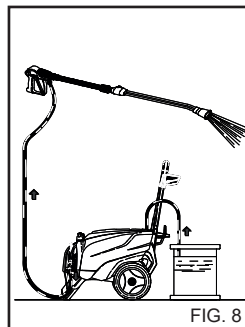

FIG. 8
- 1) Huuhtelee korkeapaineinen vesipiiri pesuaineen käytön jälkeen: käytä pumpua 1 minuutin ajan annosteluhana täysin suljettuna. (Fig. 8).
- 4) Huuhtelee korkeapaineinen vesipiiri pesuaineen käytön jälkeen: käytä pumpua 1 minuutin ajan annosteluhana täysin suljettuna. (Fig. 8).